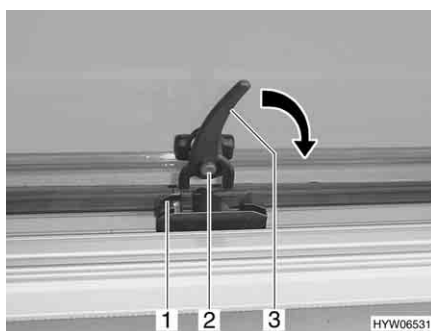

Fig. 60 Leva di serraggio in posizione "aperto"
- Premere il bottone di sicurezza (Fig. 60,2) e mantenerlo premuto.
- Ruotare la leva di serraggio (Fig. 60,3) nella direzione della freccia di un quarto di giro verso il telaio della finestra.
- Ruotare la leva di serraggio (Fig. 60,3) di un quarto di giro verso il centro della finestra.
- Ruotare la leva di serraggio in senso antiorario. Il bloccaggio deve entrare nell'apertura sinistra (Fig. 60,1) del dispositivo di bloccaggio (Fig. 61).
- Rilasciare il bottone di sicurezza (Fig. 60,2).